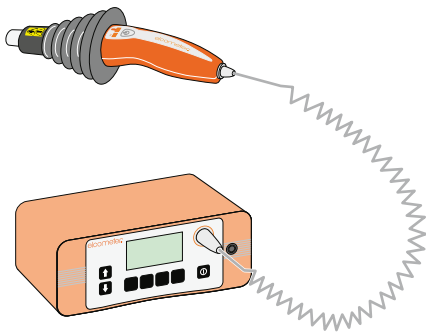

Figura 1
- 1 Conecte el mango de sonda de alta tensión al instrumento empleando el cable en espiral gris (Figura 1).